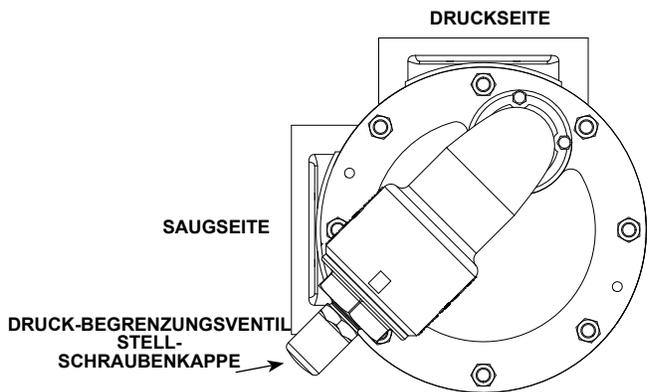

ABBILDUNG 2
4. Die Druckbegrenzungsventil-Stellschraubenkappe muss stets in Richtung der Saugseite der Pumpe zeigen (siehe **Abbildung 2**). Wenn die Drehrichtung der Pumpe umgekehrt werden soll, das Druckbegrenzungsventil ausbauen und um 180° gedreht einbauen (siehe Abschnitt **„Drehrichtung der Pumpe“** auf Seite 10).